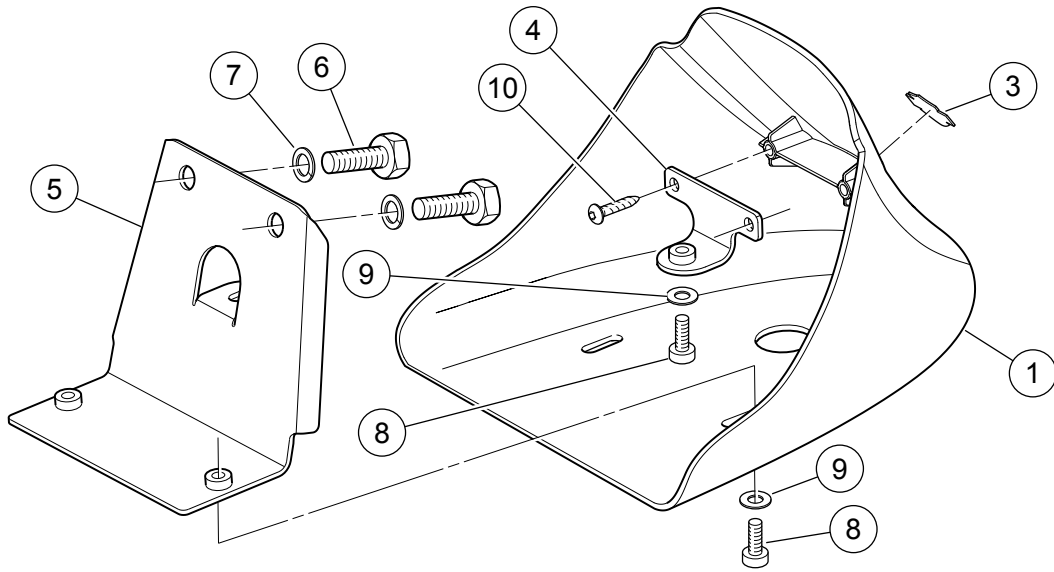

Figure 1. Mga Pamalit na Piyesa: Harapang Spoiler Kit
Ang mga kit na ito ay kasya sa lahat ng 2004 at mas bagong Sportster® na modelo. Hindi tugma ang mga harapang spoiler na ito sa mga engine guard. Tingnan ang Figure 1 para sa mga laman ng kit.
2. Tingnan ang Figure 1 . Ikabit ang itaas na harapang spoiler bracket (4) sa mga boss sa loob na harapan ng spoiler (1) gamit ang dalawang Hi-Lo na turnilyo (10) mula sa kit. Higpitan.